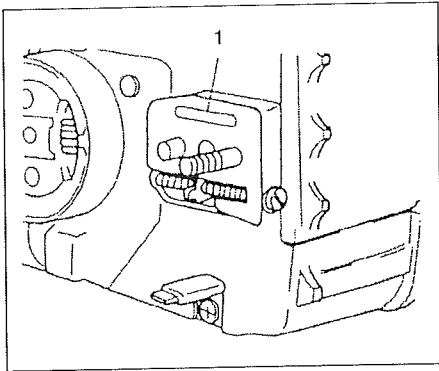

Fig.3-4
**(En) Oiler port (Fig. 3-4)**
**(Fr) Orifice de lubrification (Fig. 3-4)**
**(It) Bocchettone dell'oliatore (Fig. 3-4)**
**Ge** **Schmierölbohrung (Fig. 3-4)**
**Sp** **Boca de la aceitera. (Fig. 3-4)**
**Sw** **Smörjöppning (Fig. 3-4)**